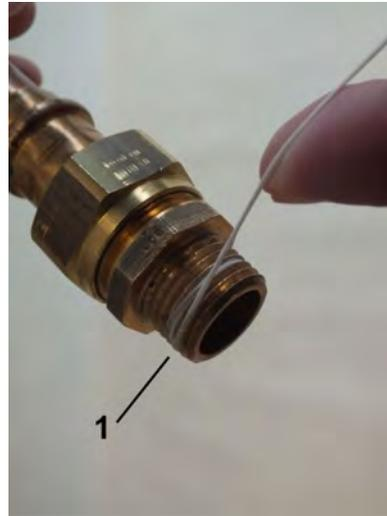

Abb. 11: Dichtfaden aufbringen
4.  Dichtfaden (Abb. 11/1) in Gewinderichtung auf das aufgeraute Gewinde aufbringen, dabei Mengenangaben des Dichtmittel-Herstellers beachten